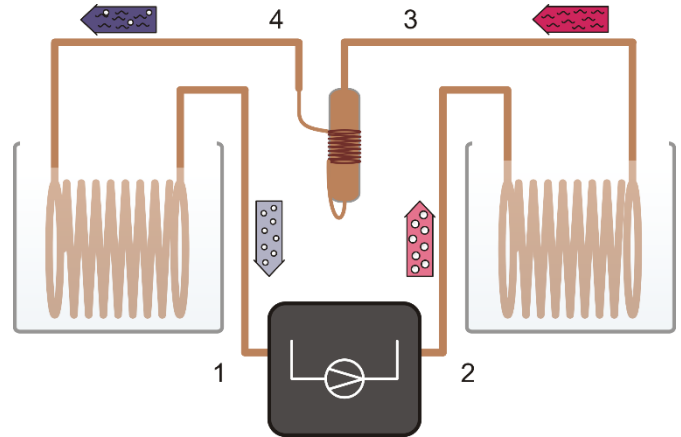
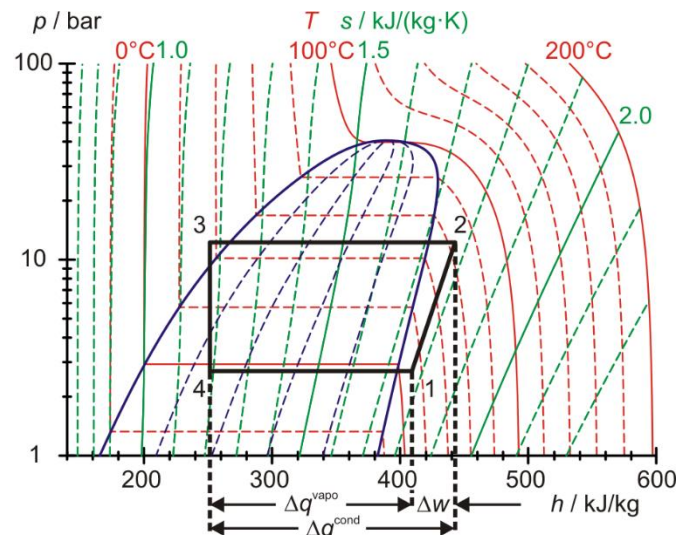

Fig. 2: Rappresentazione schematica della pompa di calore con compressore (1, 2), condensatore (2, 3), valvola di espansione (3, 4) ed evaporatore (4, 1)
Fig. 3: Rappresentazione del ciclo idealizzato della pompa di calore nel diagramma di Mollier.
Per la compressione, il mezzo di lavoro gassoso viene aspirato dal compressore, compresso senza variazione di entropia ( $s_1 = s_2$ ) da  $p_1$  a  $p_2$  e surriscaldato, v. Fig. 2 e Fig. 3. La temperatura sale pertanto da  $T_1$  a  $T_2$ . Per unità di massa si compie il lavoro meccanico di compressione  $\Delta w = h_2 - h_1$ .
- Collegare un sensore di temperatura prima del compressore (punto di misurazione 1 in Fig. 2), dietro al compressore (punto di misurazione 2), davanti alla valvola di espansione (punto di misurazione 3) e dietro la valvola di espansione (punto di misurazione 4) sul tubo di rame e negli ingressi analogici A1, A2, A3 e A4 di VinciLab.